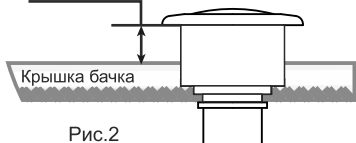

Рис.2
- Отсоедините тягу (17) от корпуса перелива (12). Вытяните фиксаторы (20) и поднимите стойку (6) вверх до упора. Установите на бачок крышку. Вставьте в отверстие крышки бачка кнопочный механизм (не закручивая). При правильной установке стойки между крышкой бачка и втулкой кнопочного механизма должен быть зазор 10...20 мм (Рис. 2).